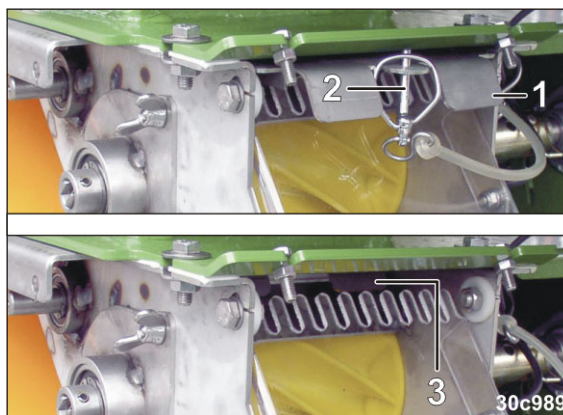

Рис. 189
Все дозаторы должны быть оснащены одинаковыми дозирующими валами. Откройте все заслонки (Рис. 189/1) и зафиксируйте (пружинными фиксаторами (Рис. 189/2)).
1. Снимите пружинный фиксатор (Рис. 189/2).
(требуется только для перекрытия заслонкой заполненного бункера для удобрения (Рис. 189/1).
2. Задвиньте заслонку (Рис. 189/3) до упора в дозатор.